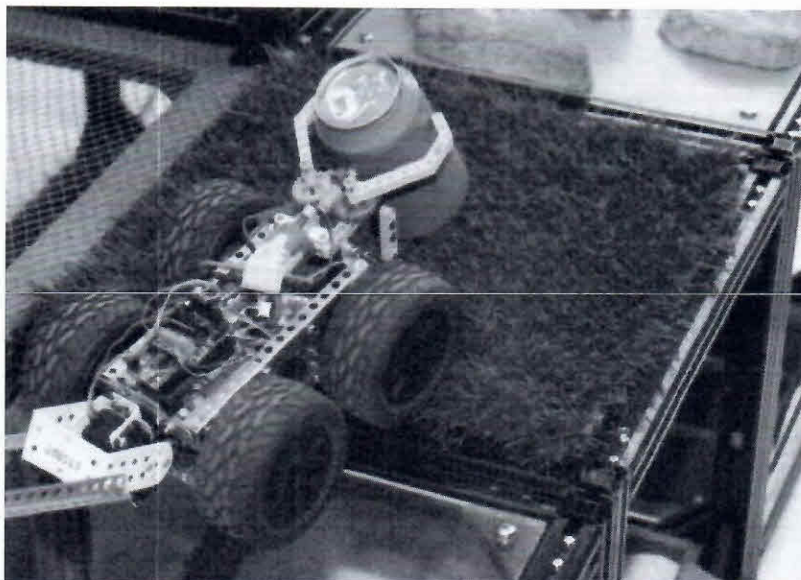

Рисунок 2 - «Трава»
1.5.1. **Трава** – площадка с искусственной травой из полипропилена, длина ворса 40 мм (рисунок 2). Покрытие прикреплено к листу фанеры.